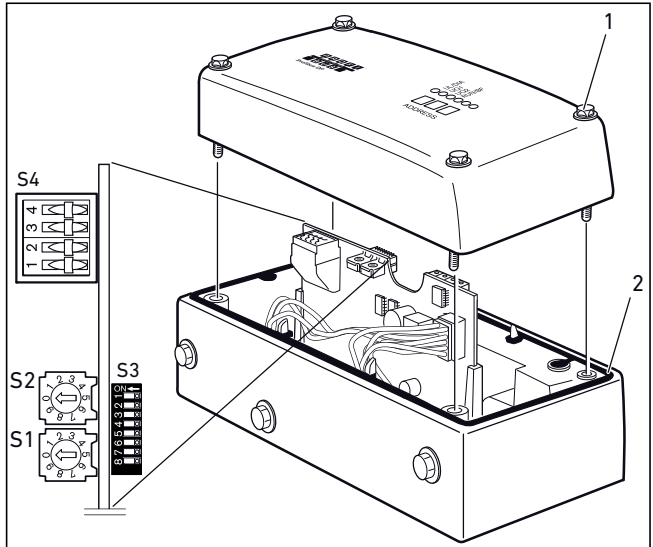

Abb. 4: Entfernen/Verschrauben der Abdeckung des Buskopplers
Alle diese Einstellungen erfolgen mit den Schaltern unter der Abdeckung des Buskopplers. Die Schalterstellungen können Sie der Abb. 4 unten entnehmen.
3. Schrauben Sie die Abdeckung vorsichtig wieder fest wie in Abb. 4 unten gezeigt. Stellen Sie den korrekten Sitz der Dichtung **(2)** sicher. Ziehen Sie die Schrauben **(1)** mit einem Drehmoment von 1,0 bis 1,2 Nm fest.